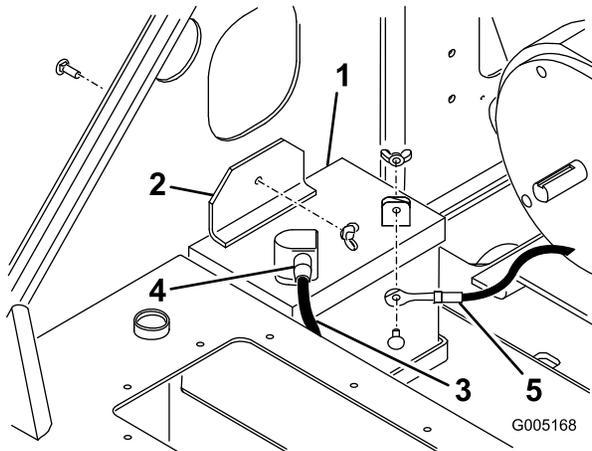

Figura 28
3. Retire la tuerca de orejeta y el perno que sujetan la abrazadera de la batería y la pletina (debajo de la abrazadera) y retire la abrazadera y la pletina (Figura 28).
8. Instale la batería en el chasis (Figura 28).
9. Sujete la batería en el chasis (Figura 28).
10. Usando el perno y la tuerca de orejeta suministrados con la batería, conecte el cable positivo (rojo) al borne positivo (+) de la batería (Figura 28). Deslice la cubierta de goma sobre el borne de la batería.
11. Usando el perno y la tuerca de orejeta suministrados con la batería, conecte el cable negativo (negro) al borne negativo (-) de la batería (Figura 28).